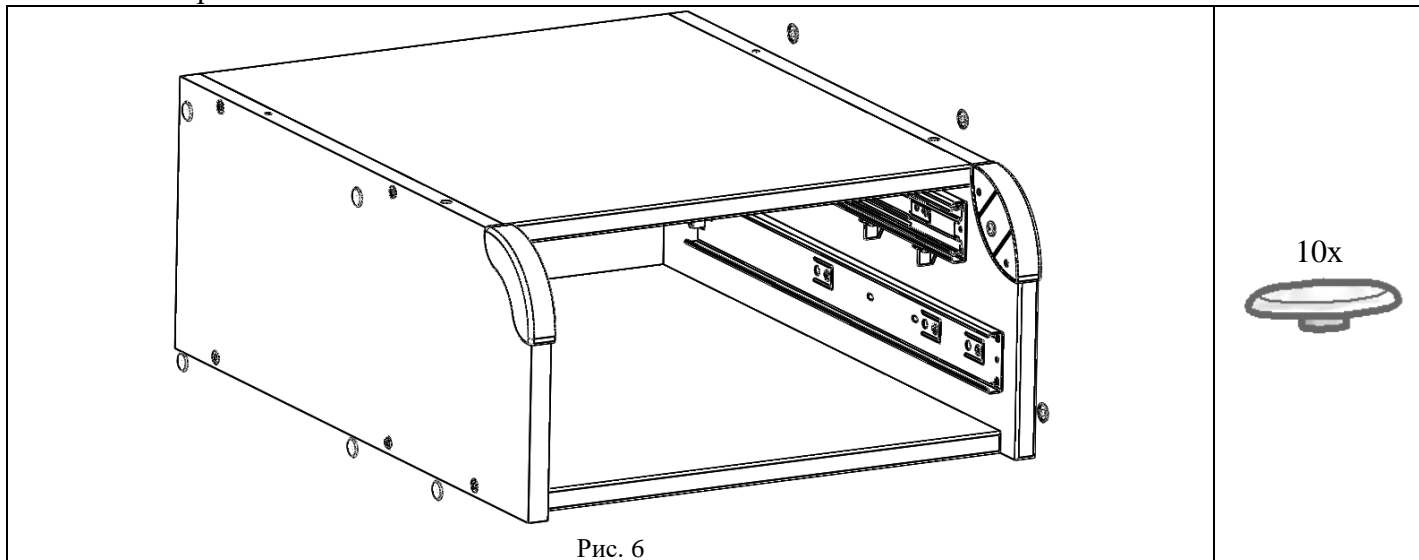

Рис. 6
4.1.7. К сборке по п. 4.1.6. установить СУТ.11.006. Заглушки конфирмат (поз.3, пакет №138а), см. рис. 6.